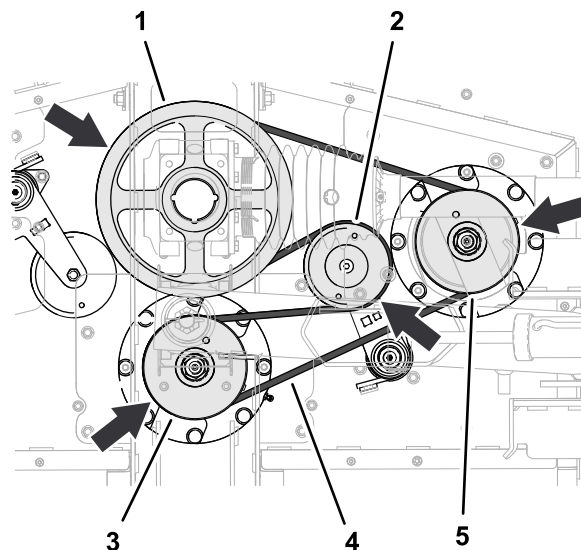

Figura 68
1. Dirija la correa larga alrededor de la polea de transmisión, la ranura superior de la polea de eje central y la polea de eje derecho (Figura 68).
2. Utilice una llave de extensión o una herramienta similar para girar el tensor de la correa en sentido antihorario y deslice la correa sobre de la polea del tensor (Figura 68).